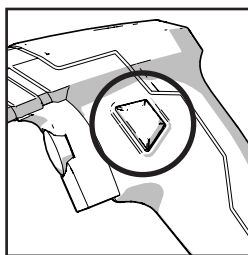

Fig. 6
- Drücken und halten Sie die Einrasttaste. (Abb. 6)